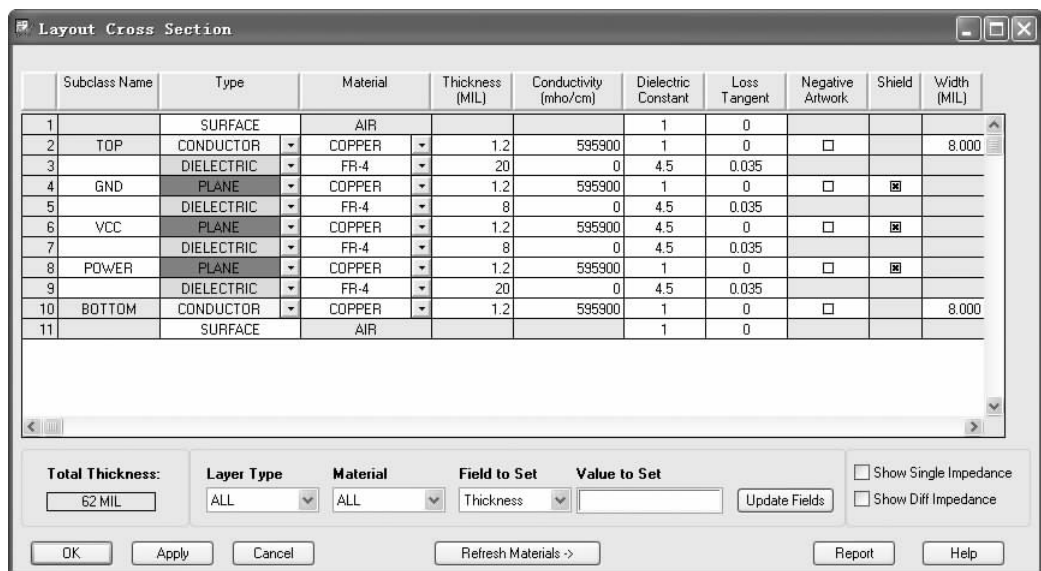

图 12-24 “Layout Cross Section（层叠管理器）”对话框（一）
1) 选择菜单栏中的“Setup（设置）”→“Cross - Section（层叠管理）”命令，将弹出“Layout Cross Section（层叠设计）”对话框，如图 12-24 所示。